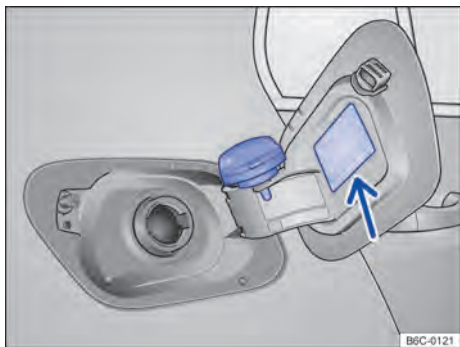

Fig. 175 Portinhola do tanque de combustível aberta com a tampa do tanque de combustível pendurada.
- Remover a tampa do tanque girando-a no sentido anti-horário e encaixá-la no suporte na portinhola do tanque → Fig. 175.